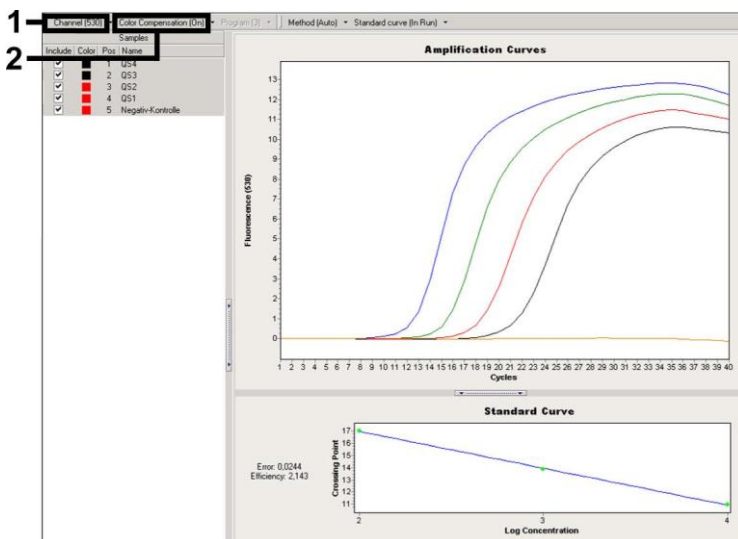

Fig. 16: Ativação do ficheiro *Color Compensation File* e seleção do canal de fluorescência.
Para a análise de dados de PCR, proceder da seguinte forma (ver a Fig. 16):
- O software do instrumento *LightCycler* versão 4.0 contém um ficheiro denominado *Color Compensation File*, que compensa estas interferências de análises multicores entre canais de fluorescência. Abrir este ficheiro durante ou após o ensaio de PCR ativando o botão *Color Comp (On/Off)* (Compensação de cor [ligado/desligado] e, de seguida, o botão *Select Color Compensation* (Selecionar compensação de cor) (ver a Fig. 16). Caso não tenha sido instalado qualquer ficheiro *Color Compensation File*, gerar o ficheiro seguindo as instruções fornecidas no *Manual do Operador do LightCycler*.